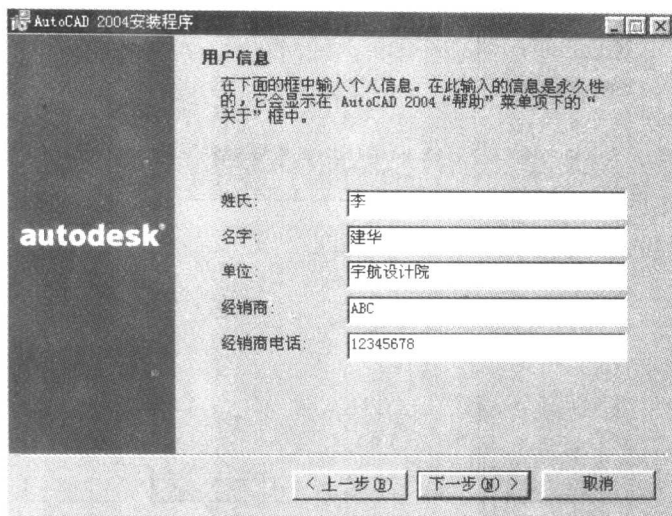

图 1.8 “用户信息” 窗口
- (6) 单击“下一步”按钮, 打开如图 1.8 所示的“用户信息”窗口。依次输入“姓氏”、“名字”、“单位”、“经销商”和“经销商电话”信息, 单击“下一步”按钮。